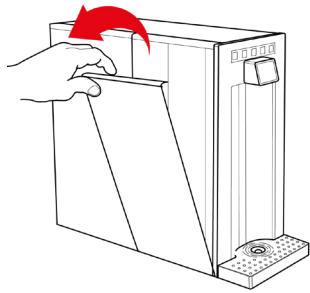

Fig. 1-13
39.1 – Rimuovere il pannello laterale in plastica riponendolo in posizione di sicurezza, vedi Fig.1-13.